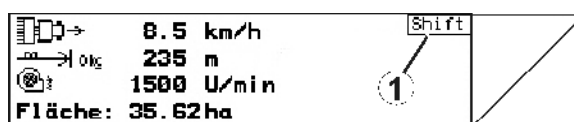

Fig. 9
- Hvis Shift-tasten er aktiv, vises det på displayet (Fig. 9/1).